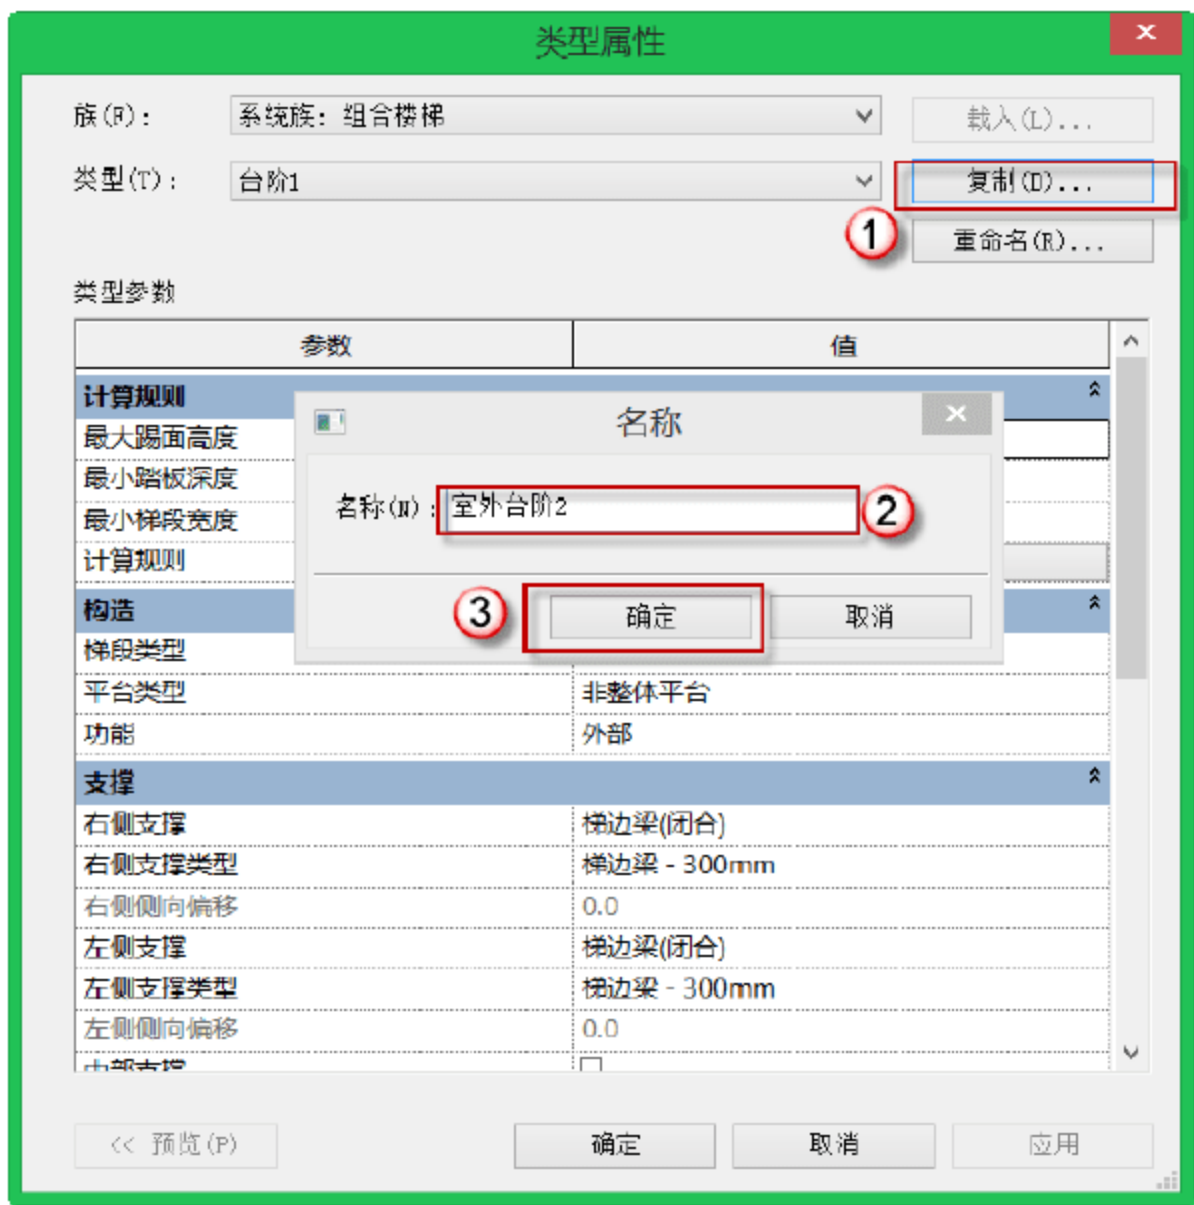

图 10.5.32 新建类型
(8) 新建“室外台阶 2”类型。选择“建筑”→“楼梯”→“楼梯（按构件）”命令，单击“编辑属性”按钮，在弹出的“类型属性”对话框中，单击“复制”按钮，在弹出的对话框中将名称“190mm 最大踢面 250mm 梯段”修改为“室外台阶 2”名称，最后单击“确定”按钮，即完成新建“室外台阶 2”类型的创建，如图 10.5.32 所示。